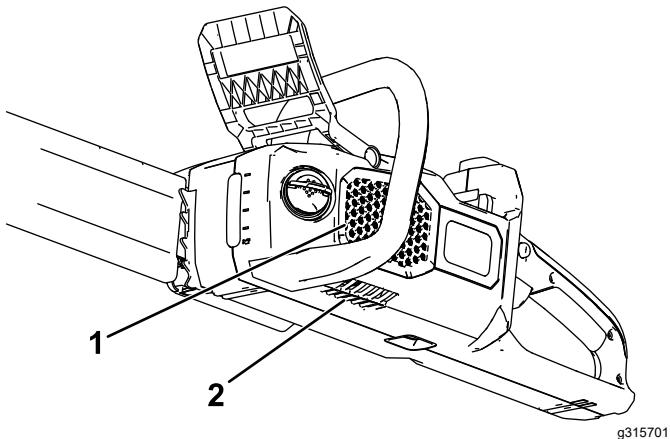

Bild 6
1. Stellen Sie sicher, dass die Lüftungsöffnungen an der Kettensäge frei von Staub und Rückständen sind (Bild 6).